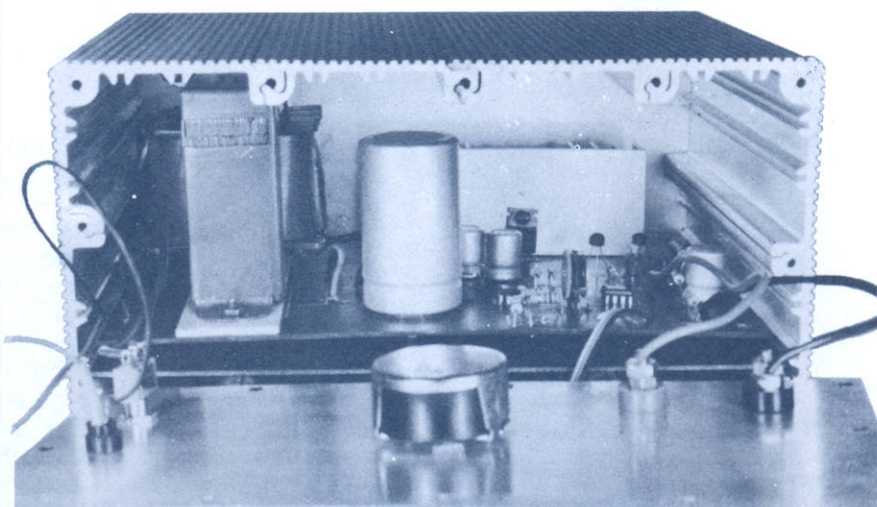

FIGURA 16
21) — Coloque uma chapa de fenolite por baixo da placa de circuito impresso (veja a figura 16);